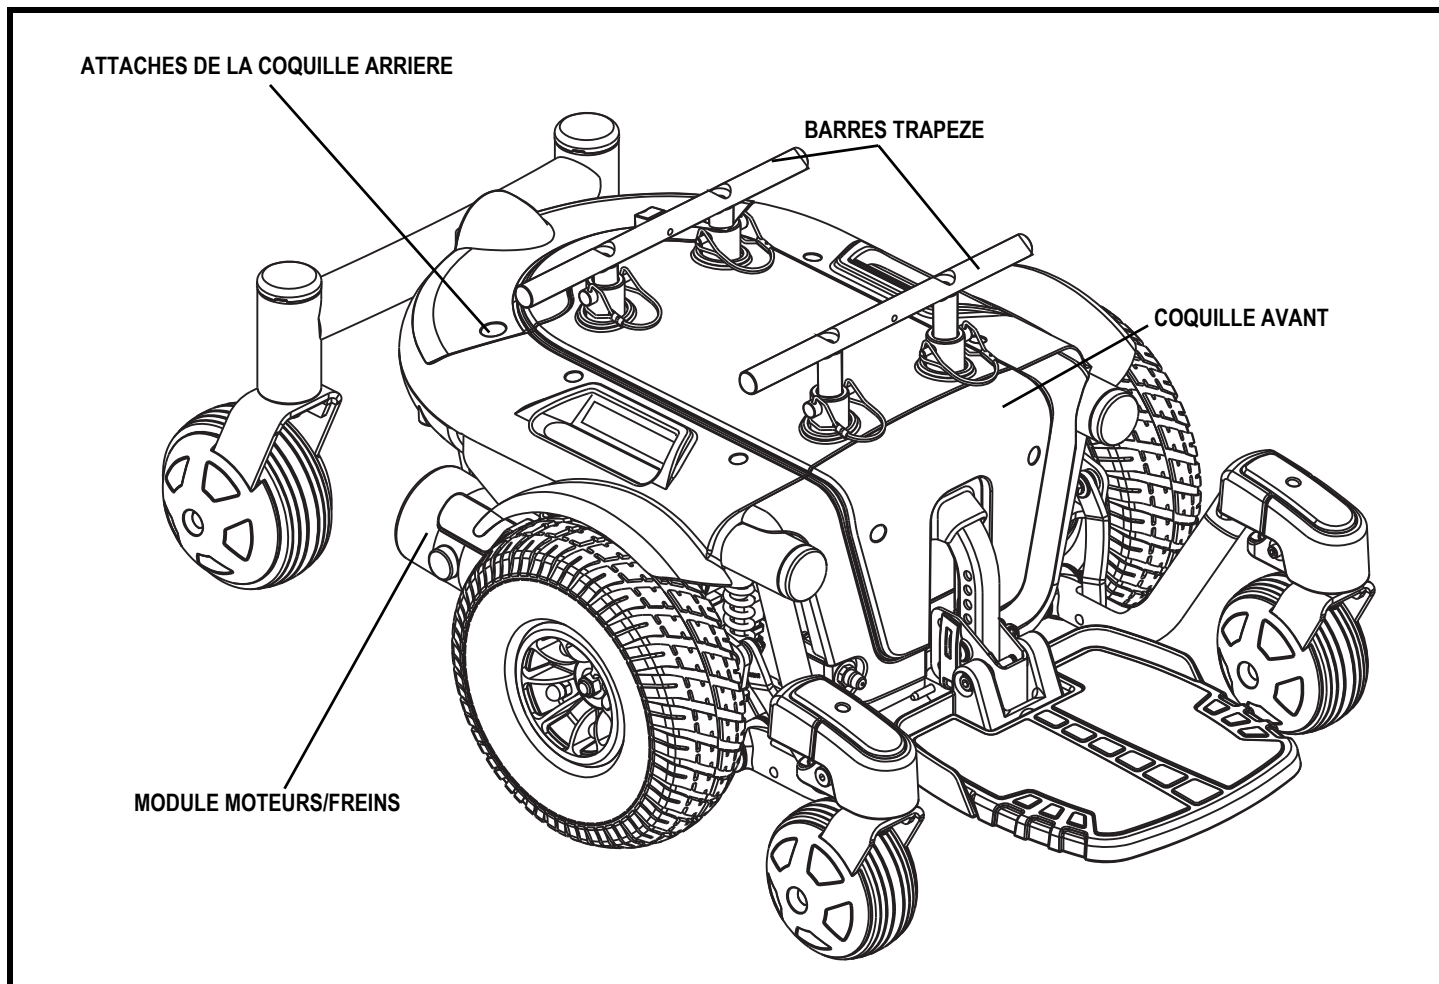

Figure 2. Base motrice du Quantum 610
5. Desserrez les fixations sur le capot arrière et retirez-le. **Voir la figure 2.**
7. Réinstallez le capot puis resserez les fixations. **Voir la figure 2.**
2. Desserrez les fixations sur le capot arrière et retirez-le. **Voir la figure 2.**